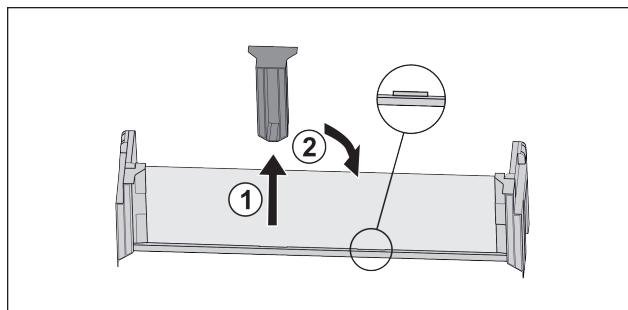

Fig. 83 \*
- ▶ Изтеглете средната задържаща част Fig. 83 (1).\*
- ▶ Вкарайте средната задържаща част на втората позиция Fig. 83 (2).\*